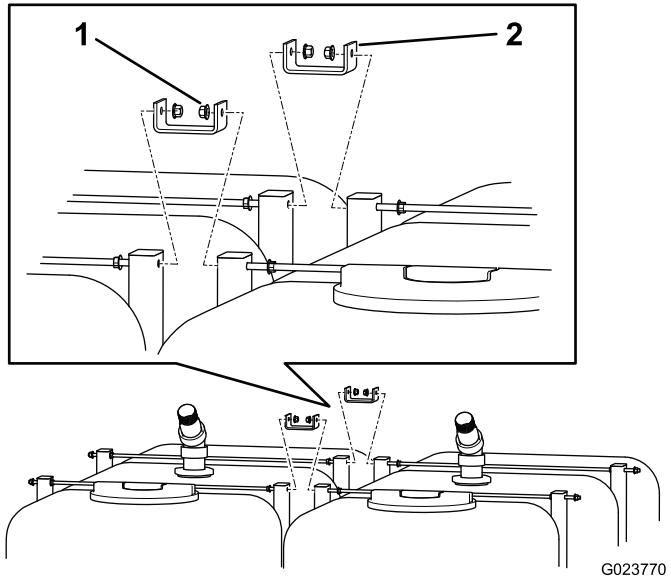

Рисунок 6
4. Совместите отверстия под болты в верхних кронштейнах с отверстиями под болты в вертикальных опорах (Рисунок 6) и задвиньте штыри внутрь сквозь отверстия под болты.